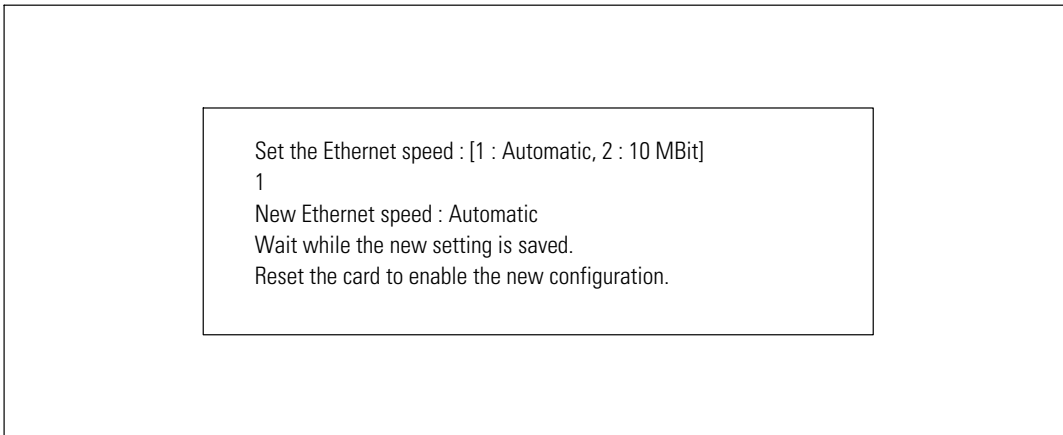

Figura 43. Configuración de velocidad Ethernet
- **Set Ethernet Speed:** Para cambiar la velocidad de la red (consulte Figura 43). Reinicie la tarjeta para activar los nuevos parámetros.